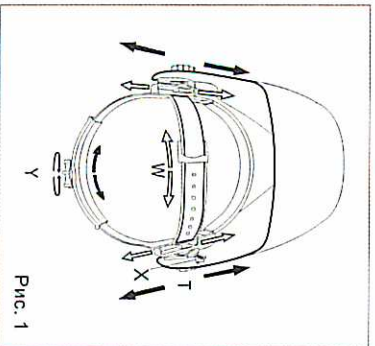

Рис. 1
1. Длину окружности оголовья можно увеличить или уменьшить, вращая ручку с нажатием на затупленную часть оголовья. (см. "У" на рис. 1). Данная процедура выполняется при надежной сварочной маске и позволяет получить натяжение, необходимое для надежной фиксации сварочной маски на голове.
2. Если наголовник сидит на голове слишком высоко или слишком низко, отрегулируйте ремни, которые проходят через макушку. Для этого ослабьте конец ремня, выдвинув стопорный штифт из отверстия на ремне. Переместите две части ремня относительно друг друга на требуемую длину и вставьте стопорный штифт обратно (см. "W" на рис. 1).
1. Ослабьте гайки-фиксаторы (см. "Т" на рис. 1) и двигайте маску к или от вашего лица. Убедитесь, что расстояние между обочинами глазами и светофильтром одинаковое, чтобы избежать неравномерного затемнения светофильтра.